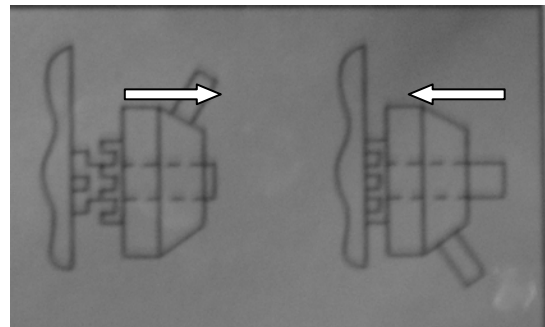

Рис. 12
Точное перемещение фрезерной головки осуществляется вращением маховика микроподачи (2), при подключенной полумуфте когда рукоятки вертикальной подачи (3) сдвинуты к фрезерной головке (см. Рис. 12). Цена деления нониуса микроподачи 0,025 мм.